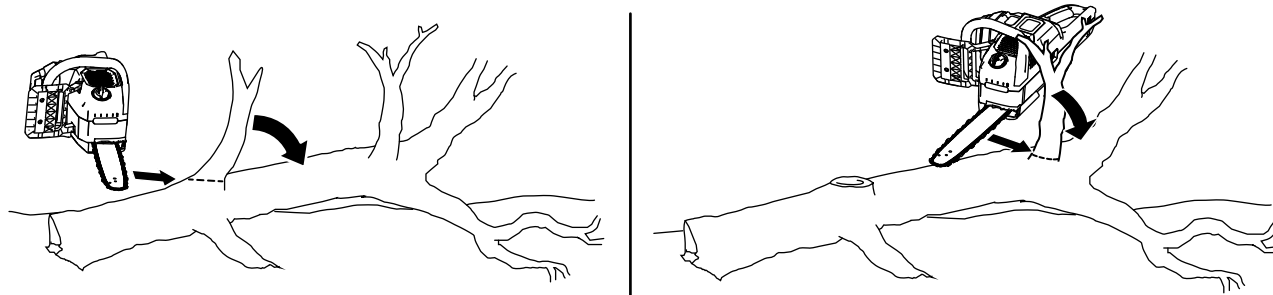

Figure 19
2. Au-dessus de la base de l'arbre, coupez les petites branches qui ne supportent pas le poids de l'arbre au-dessus du sol (Figure 19).